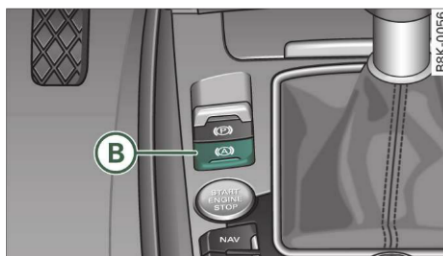

Fig. 97 Imagine din consola centrală: Tastă pentru asistența la pornire
- Apăsați tasta **B** ⇒ pagina 88, fig. 97 din consola centrală, pentru a activa asistența la pornire. Ledul din tastă se va aprinde.
- Apăsați tasta **B** ⇒ pagina 88, fig. 97, pentru a dezactiva asistența la pornire. Ledul din tastă se va stinge.